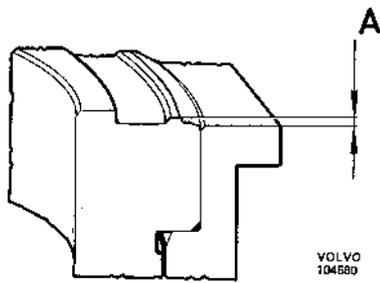
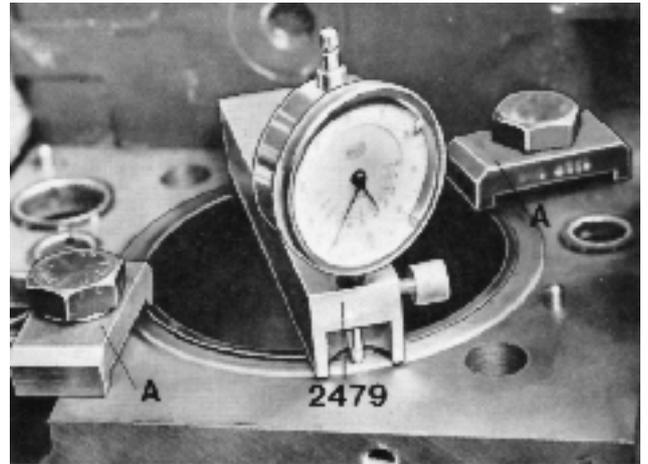

Fig. 35. Dépassement de la chemise de cylindre au-dessus du plan du bloc.
Fig. 36. Contrôle de la hauteur de chemise de cylindre, les joints d'étanchéité étant montés.
1. Mesurer la hauteur de chemise (cote « A » suivant la figure 35) à l'aide d'un comparateur et du support 2479 (figure 36).
1. Poser la chemise de cylindre et mesurer la hauteur (voir fig. 35 et 36). Noter la valeur indiquée par le comparateur à cadran.